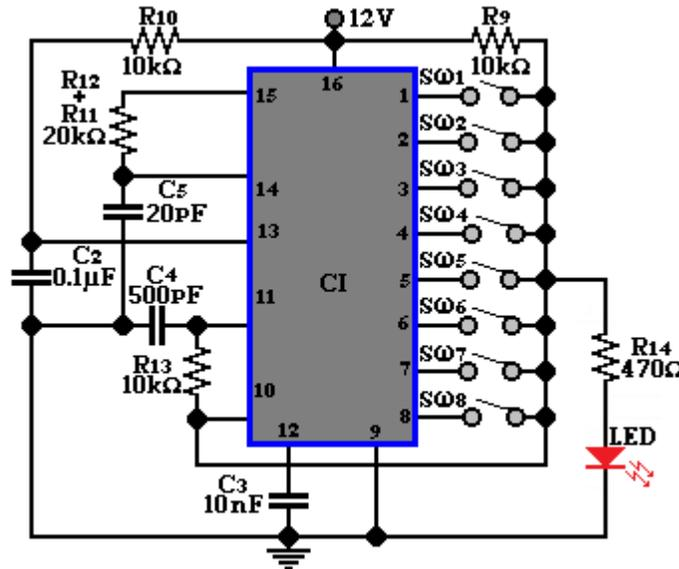

Figura 5.4. Sintetizador de frecuencia.
12. Arme el circuito de la figura 5.4. Utilizando la siguiente programación pin 1 y 3.
7. Dibuje la gráfica de salida, acotando en forma completa para todas sus magnitudes para el siguiente patrón de pulsos de la siguiente programación terminales 1T y 4T de la figura 5.4.